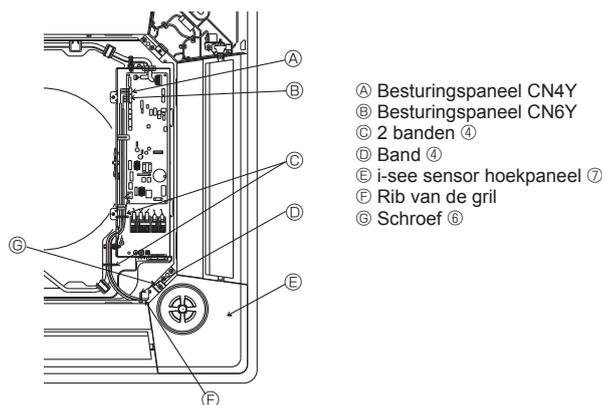

Fig. 6-10
- ⑤ i-see sensor (alleen voor het paneel van de PLP-6BAE)
6.6. Installatie van het i-see sensor hoekpaneel (Fig. 6-10)